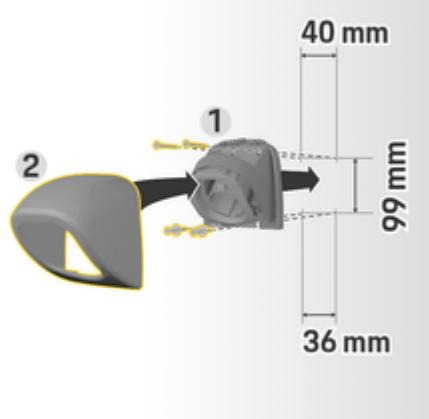

Fig. 5: Bormål
1. Ta pluggholderen 1 (Fig. 5) ut av dekselet 2 (Fig. 5).
4. Skru pluggholderen 1 (Fig. 5) på veggen.
5. Sett dekselet 2 (Fig. 5) på pluggholderen 1 (Fig. 5) fra undersiden og trykk det oppover.